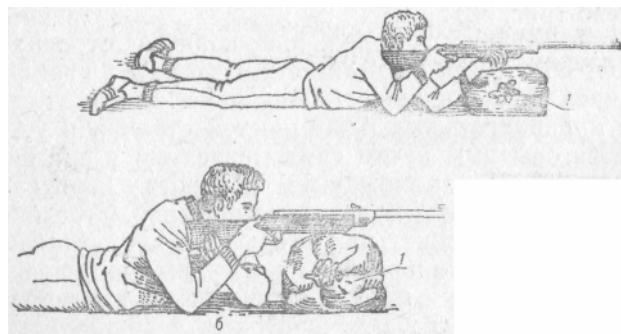

Рис. 39. Изготовка для стрельбы, лежа с упора:
3. ИЗГОТОВКА ДЛЯ СТРЕЛЬБЫ ЛЕЖА С УПОРА (рис. 39)